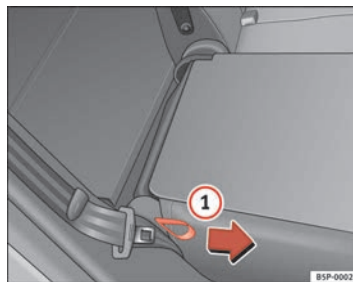

Abb. 99 Umklappen bzw. Aufrechtstellen der Rück-sitzlehne
- Ziehen Sie an der Schlaufe auf der Seite des Sitzes ⇒ Abb. 99 .